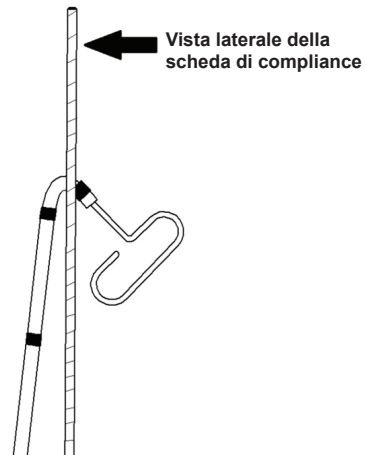

Figura 1 Configurazione modellata
5. Posizionare il marker a fascia sulla punta distale con la piega sul fondo e all'interno della scanalatura per il vapore (vedere la Figura 1).